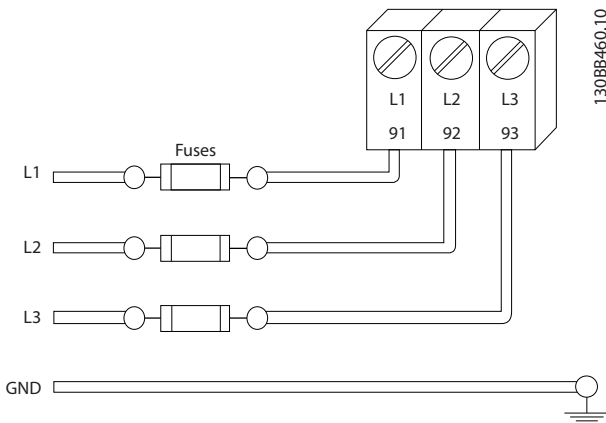

Abbildung 2.4 Sicherungen für Frequenzumrichter
- Versehen Sie alle Frequenzumrichter mit Kurzschluss- und Überlastschutz. Dieser Schutz wird durch Sicherungen am Eingang gewährleistet, siehe *Abbildung 2.4*. Wenn die Sicherungen nicht Bestandteil der Lieferung ab Werk sind, muss sie der Installateur als Teil der Installation bereitstellen. *10.3.1 Schutz* zeigt die maximalen Nennwerte der Sicherungen.